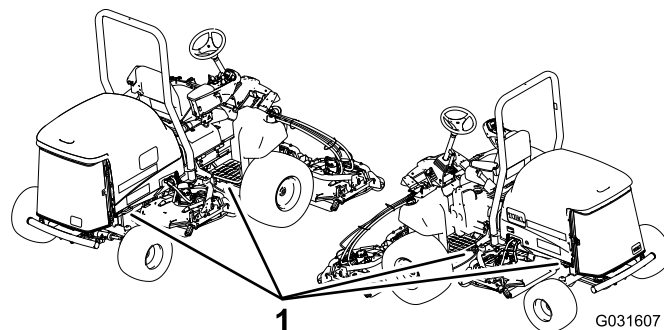

図 25
5. 機体についているロープ掛けポイント 図 25 を使い、チェーンやロープ、ワイヤなど適切なものでしっかりと機体をトレーラに固定する。